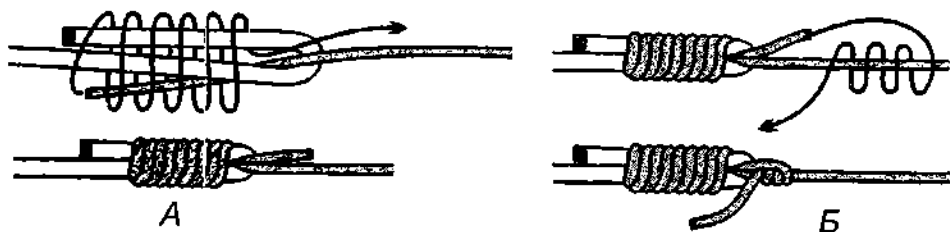

Рис. 823. **Удочный узел.** Тонкая леска обносится вокруг толстой.
**Удочный узел** является одним из самых надёжных узлов для соединения как монолесок, так и плетёнок различного диаметра или сделанных из разного материала (рис. 823). Если одна леска монофильная, а другая плетёнка и обе лески одинакового диаметра, то открытая петля формируется на шнуре и вокруг него оборачивается монолеска. Количество витков 8-12. Вместо открытой петли на леске можно завязать узел или какую-нибудь надёжную незатягивающуюся петлю. Чтобы оба конца смотрели в одну сторону, на коренном конце кладутся дополнительные 3-4 шлага (рис. 823 Б).